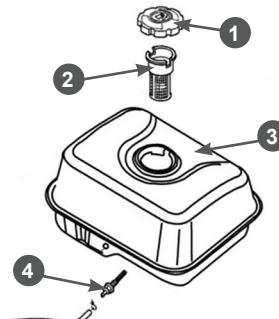
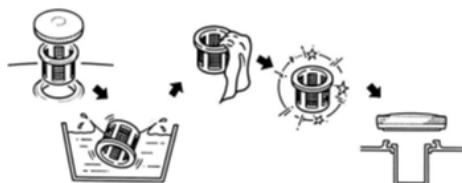
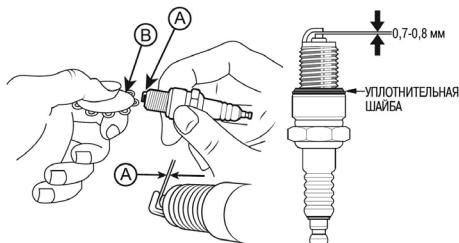

Рис. 22 Обслуживание топливных фильтров
Рис. 23 Обслуживание фильтра топливного бака
Рис. 26 Зазор между электродами свечи зажигания
В топливном баке установлены два сетчатых топливных фильтра. Один фильтр устанавливается в заливной горловине топливного бака. Второй фильтр конструктивно объединен со штуцером топливного бака и установлен внутри бака (Рис. 22).
Топливный фильтр 2 (Рис. 22), установленный в горловине бака, проверяйте при каждой заправке бака топливом. При необходимости вынимайте сетчатый фильтр из бака и производите его очистку (Рис. 23). Регулярно проверяйте целостность сетчатого фильтра, при обнаружении механических повреждений замените сетчатый фильтр.
Одновременно с очисткой топливного бака необходимо проверять и очищать фильтр 4, установленный внутри бака (Рис. 22). Поврежденный или сильно загрязненный фильтр необходимо заменить.
3. Выкрутите из топливного бака выходной штуцер 4 и произведите его очистку (Рис. 22). Внимательно осмотрите сетчатый фильтр. При обнаружении механических повреждений замените штуцер топливного бака.
3. Измерьте зазор А между электродами свечи зажигания специальным щупом В (Рис. 26). Зазор должен быть 0,7-0,8 мм (Рис. 22). При увеличении или уменьшении требуемого зазора, рекомендуется заменить свечу, так как регулировка зазора может привести к изменению качества искрообразования.